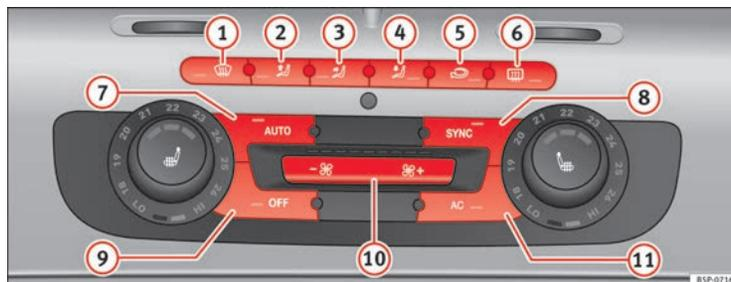

Fig. 131 Comandos do 2C-Climatronic no painel de instrumentos
- Rode os manípulos de regulação da temperatura ⇒ Fig. 131 para ajustar a temperatura do lado esquerdo e direito, respectivamente.
- Pressionar o botão  ⇒ Fig. 131. Aparece «AUTO High» no visor do rádio (velocidade do ventilador alta).
- Pressionar de novo o botão  ⇒ Fig. 131. Aparece «AUTO Low» no visor do rádio (velocidade do ventilador baixa).